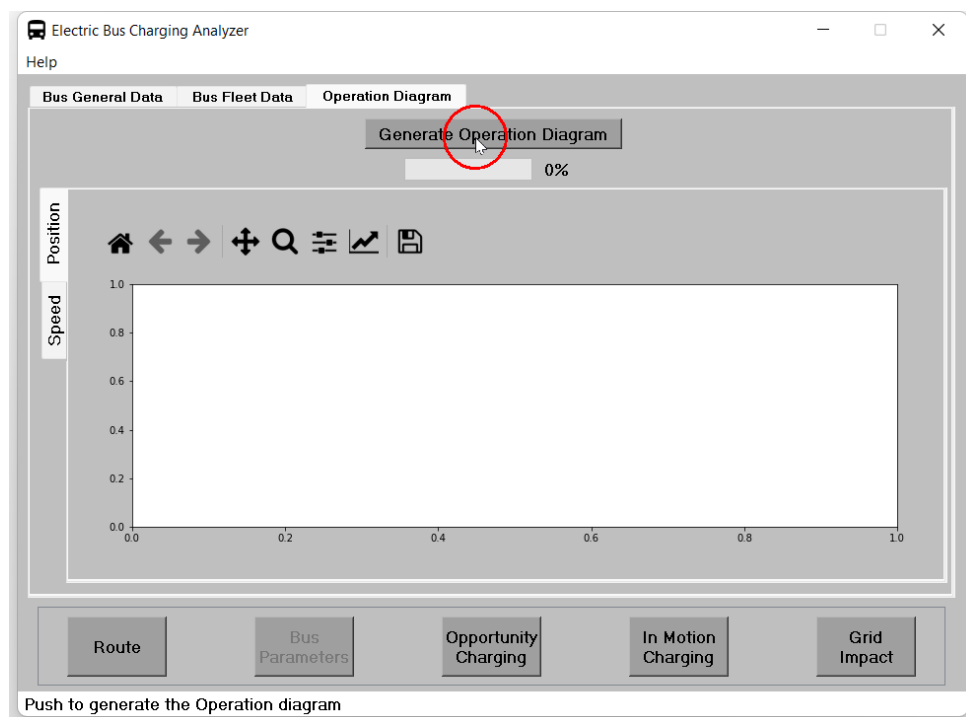

Figura 20: Configuración de los parámetros de la flota.
3. Ahora, se presiona el botón **Generate Operation Diagram** tal como se muestra en la figura 20 para generar el diagrama de operación.